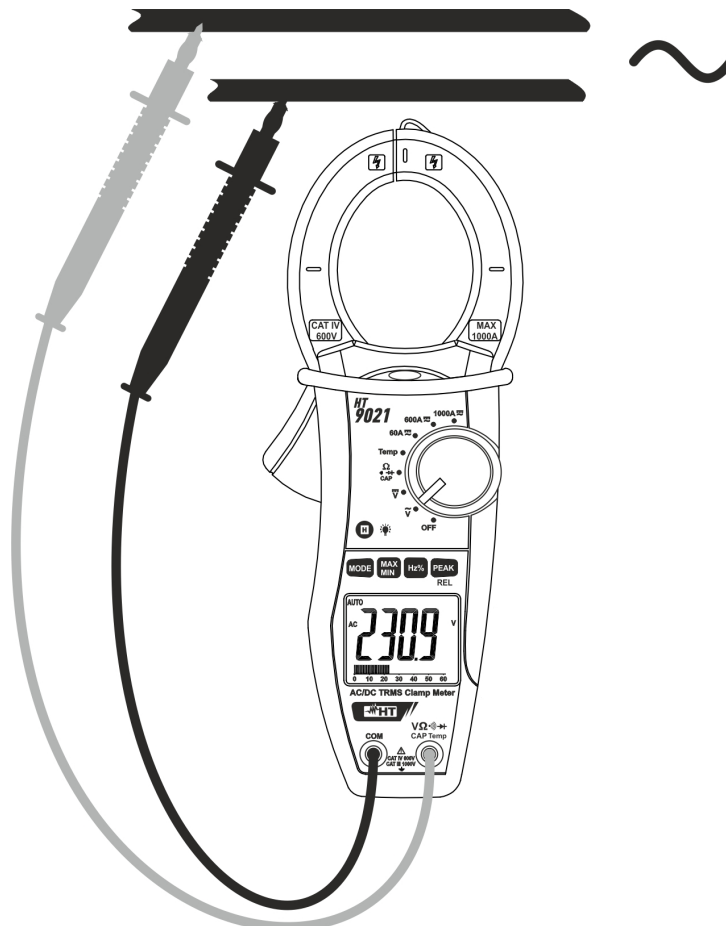

Fig. 3: Uso da pinça na medição de Tensões CA
3. Inserir o cabo vermelho no terminal de entrada $V\Omega\sim\text{CAP Temp}$ e o cabo preto no terminal de entrada **COM** (Fig. 3)